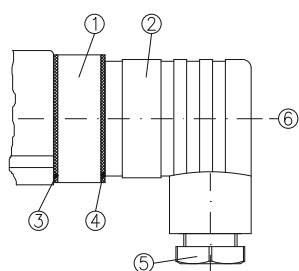

Fig. 5
- Desserrer la vis centrale ⑥ M3x35 et tirer la boîte de raccordement ② du connecteur sur l'appareil ① (→ Fig. 5). Tirer la vis centrale ⑥ de la boîte de raccordement ②.